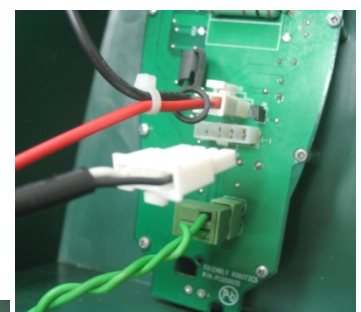

Bild 1.20 -
- Anslut kantkabelns ledning till basstationens kretskort. Se bild 1.20.